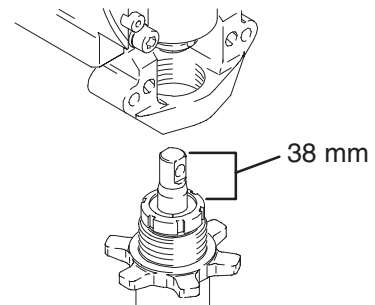

Fig. 20
1. Fig. 20. Extraiga el vástago del pistón 3,8 cm. Enrosque la bomba hasta que los orificios de la travesía del cojinete y del vástago del pistón queden alineados.